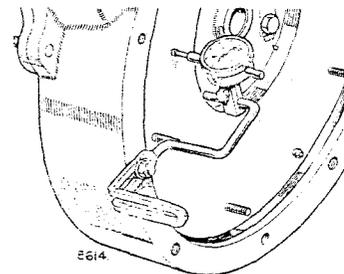

Fig. A-24—Verificación de la desviación de la superficie de la rueda volante
3. Verifíquese la desviación de la superficie de la rueda volante según ilustrada por Fig. A-24. La desviación no debe exceder 0,12 mm al borde exterior de la superficie.